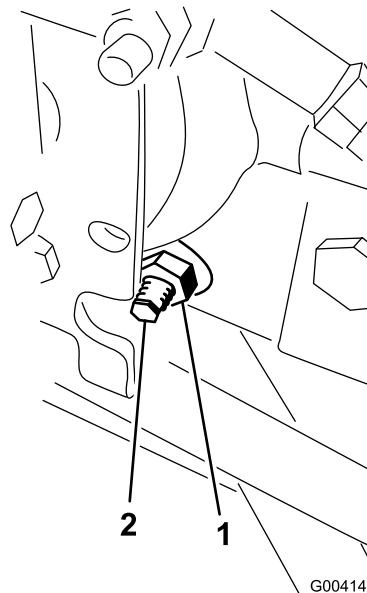

Figure 57
3. Sous le côté droit de l'hydrostat, desserrez le contre-écrou sur la came de réglage de transmission (Figure 57).